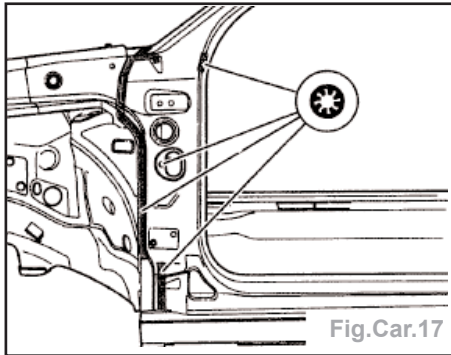

Fig.Car.17
- souder le montant A par bouchonnage sous gaz de protection (Fig.Car.17).